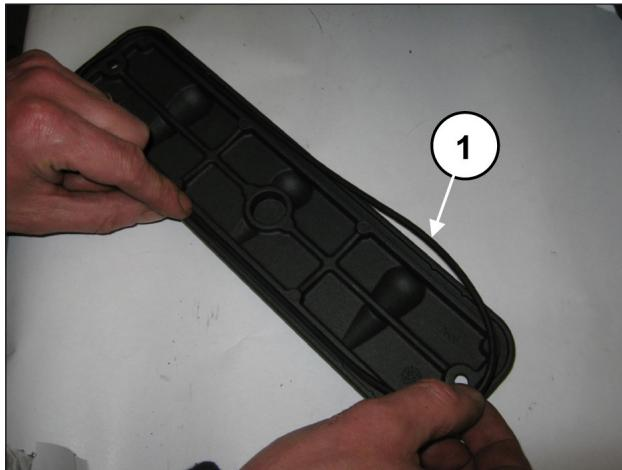
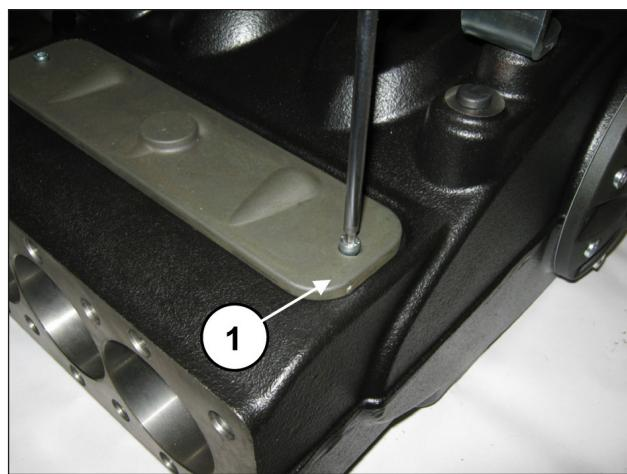

图 97
图 98
用O形圈套在检测盖上（①，图 97），并用2个M6x14螺栓（①，图 98）和2个M6x40螺栓固定。